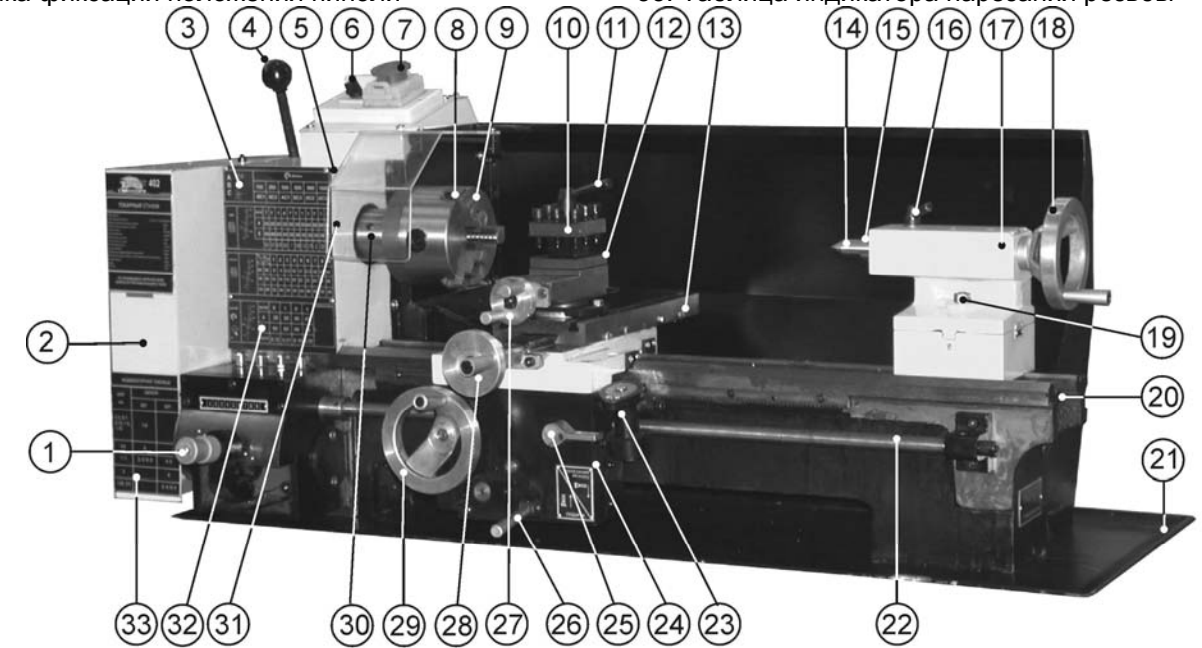

Рис. 2
7.1. станок состоит из следующих сборочных единиц и деталей (рис.2)
- Установите пластиковую ручку (Ж) с осью ручки (Е), Рис.1, к маховику подачи поперечного суппорта (28), Рис. 2.
- Регулировки каретки (24) поперечного суппорта (13) и поворотного суппорта (12) выполнены на заводе-изготовителе для обеспечения плавного движения в обоих направлениях. Если же станок разрегулировался во время транспортировки (см. раздел «Регулировка»), где описаны методы регулировки.
- В конус пиноли (15) задней бабки (17) вставьте центр Морзе №2 (14), Рис. 2.
- Установите ручку (Т), Рис. 1, на рычаг переключения скорости автоматической подачи (1), как показано на Рис. 2.
- На ручку (Т), Рис. 1, рычага переключения скорости автоматической подачи (1), Рис. 2, накрутите колпачковую гайку (Ф), Рис. 1, как показано на Рис. 2.
- Установите ручку (Р), Рис. 1, на рычаг натяжения ремня (4), как показано на Рис. 2.
### 10.1. Подготовка к работе (Рис. 2)